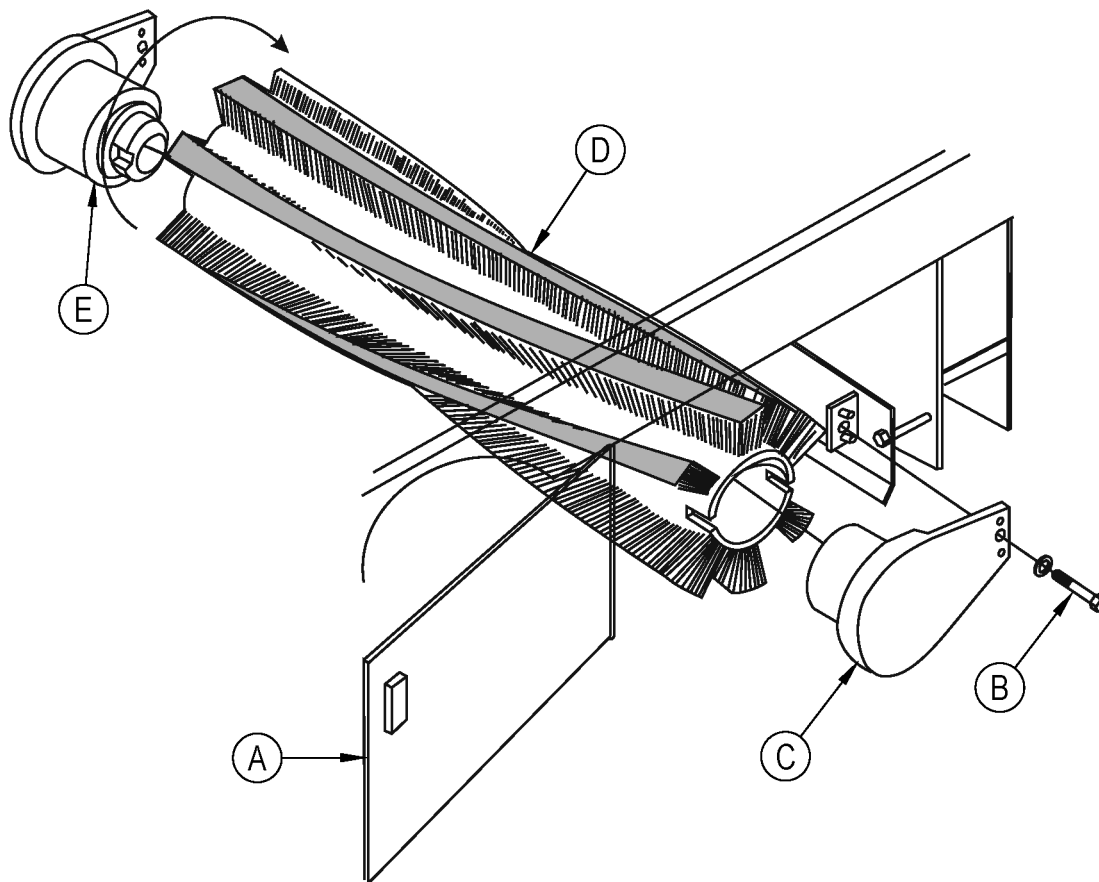

FIGURA 14
CÓMO REEMPLAZAR EL CEPILLO PRINCIPAL (Vea Figura 14)
1. Abra la puerta de la cámara del cepillo izquierdo (A).
3. Retire el perno de retención (B). (Vea la figura 14)
4. Retire el conjunto del brazo libre (C).
5. Retire el cepillo principal (D) y descártelo.
7. Gire el nuevo cepillo hacia la derecha sobre el cubo de accionamiento (E) hasta que se enganche en las lengüetas del cepillo del cubo de accionamiento.
8. Coloque el conjunto del brazo libre (C) en su lugar.
9. Coloque el perno de retención (B) en su lugar y apriete.
10. Cierre la puerta de la cámara del cepillo (A).